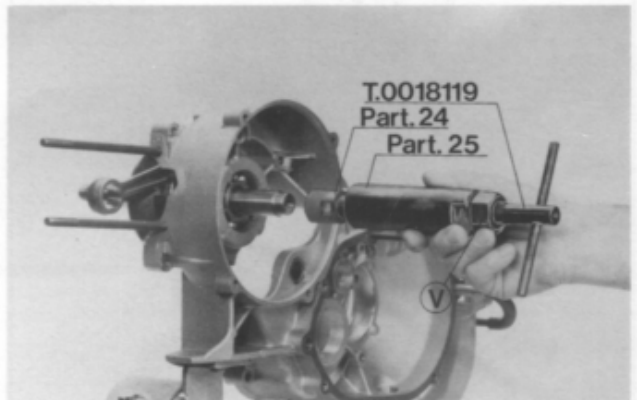

Fig. 96
**Fig. 96 - Albero motore sul semicarter lato frizione:** inserire l'albero motore sul semicarter lato frizione come rappresentato in fig. 96, applicare l'attrezzo T. 0018119 completo dei particolari 24 e 25 ed agire sul dado «V» fino a tirare l'albero motore a battuta sul cuscinetto a sfere del semicarter.